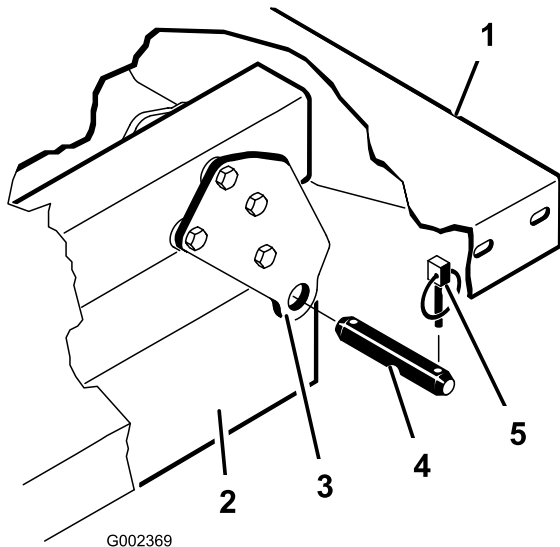

Figura 12
3. Rimuovete i perni con testa che fissano le estremità dell'asta del cilindro alle piastre di fissaggio del pianale, premendoli verso l'interno (Figura 12).
4. Rimuovete gli acciarini ed i perni con testa che fissano le staffe orientabili ai profilati del telaio (Figura 12).
**Nota:** Verificate che le piastre di rotazione posteriori siano bullonate al telaio o al profilato del pianale in modo che l'estremità inferiore sia piegata verso l'esterno (Figura 12).
2. Collocate con cautela il pianale sul telaio del veicolo, allineando i fori della piastra di rotazione posteriore del pianale ai fori del profilato del telaio posteriore, quindi montate due perni con testa e gli acciarini (Figura 12).
3. Con il pianale abbassato, fissate l'estremità di ogni asta del cilindro alla fessura pertinente nelle piastre di fissaggio del pianale, usando un perno con testa ed un acciarino. Inserite il perno con testa dall'esterno del pianale, con l'acciarino verso l'esterno (Figura 12). Le fessure posteriori sono destinate al montaggio del pianale integrale, mentre quelle anteriori sono destinate al montaggio del pianale a 2/3.